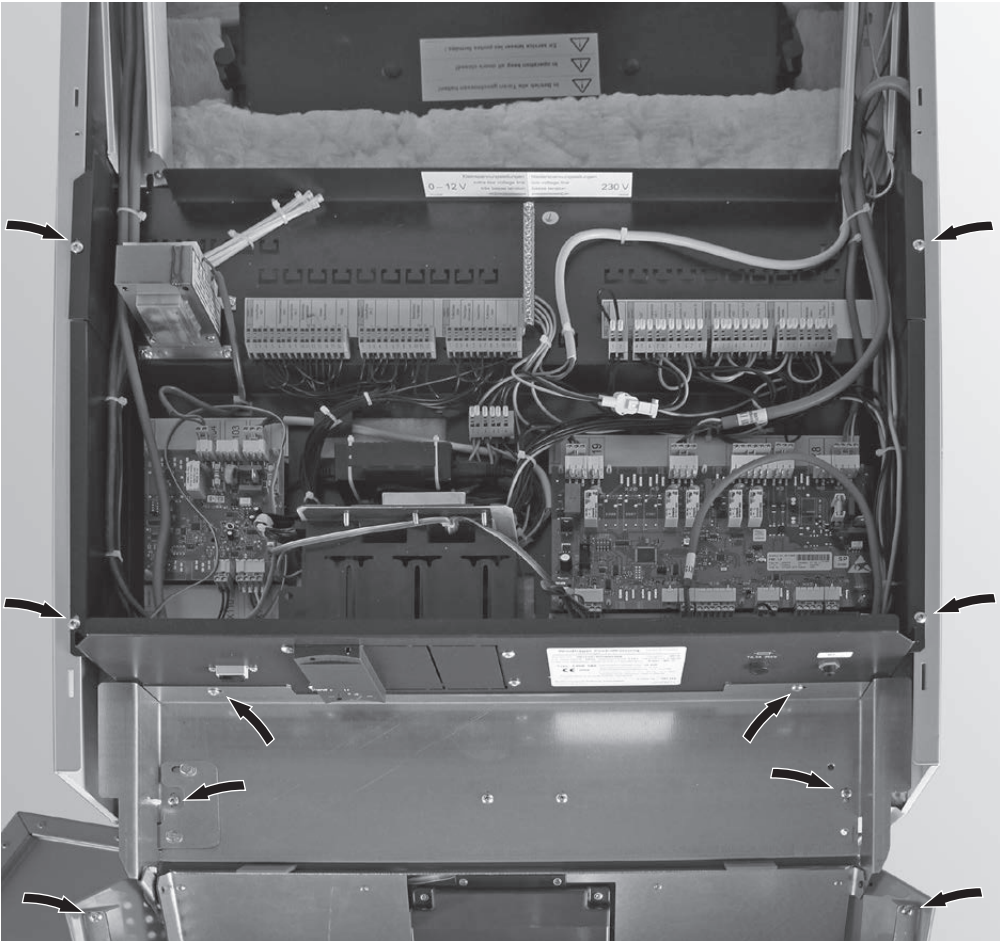

Fig. 86 Aggiustare il rivestimento, serrare tutte le viti
- Aggiustare pareti laterali, porta di contenimento e pannello di comando a livello ottico in base alla larghezza della porta di contenimento o alle dimensioni uniformi delle fessure e serrare tutte le viti – Fig. 86.